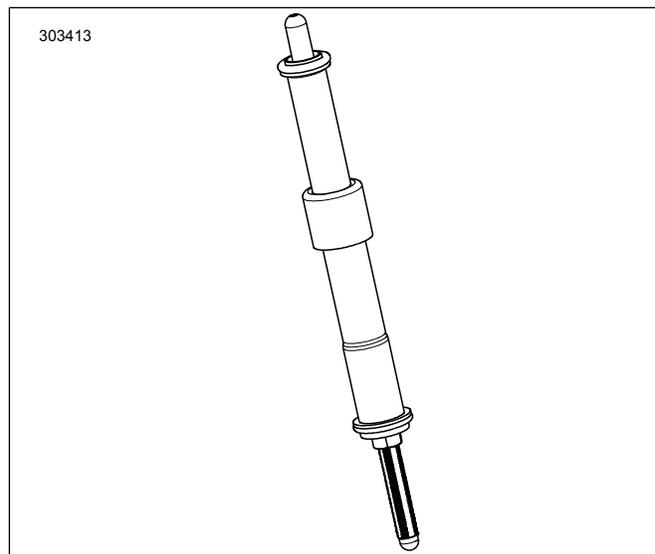

图4。安装至推杆罩中的推杆
7. 参见图 4。将进气推杆安装至推杆罩中。使用套件中提供的新部件更换 O 形环、下部推杆罩和弹簧罩夹头。确保推杆调节器端朝下。